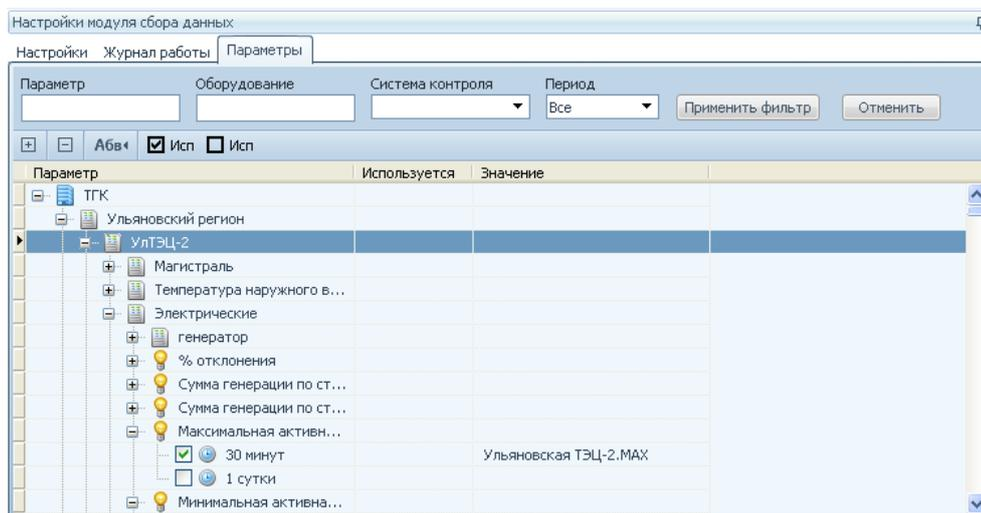

Рисунок 20.4 – Вкладка «*Параметры*»
3) Вкладка «Параметры» (Рисунок 20.4) предназначена для задания адресов параметров в источнике данных.